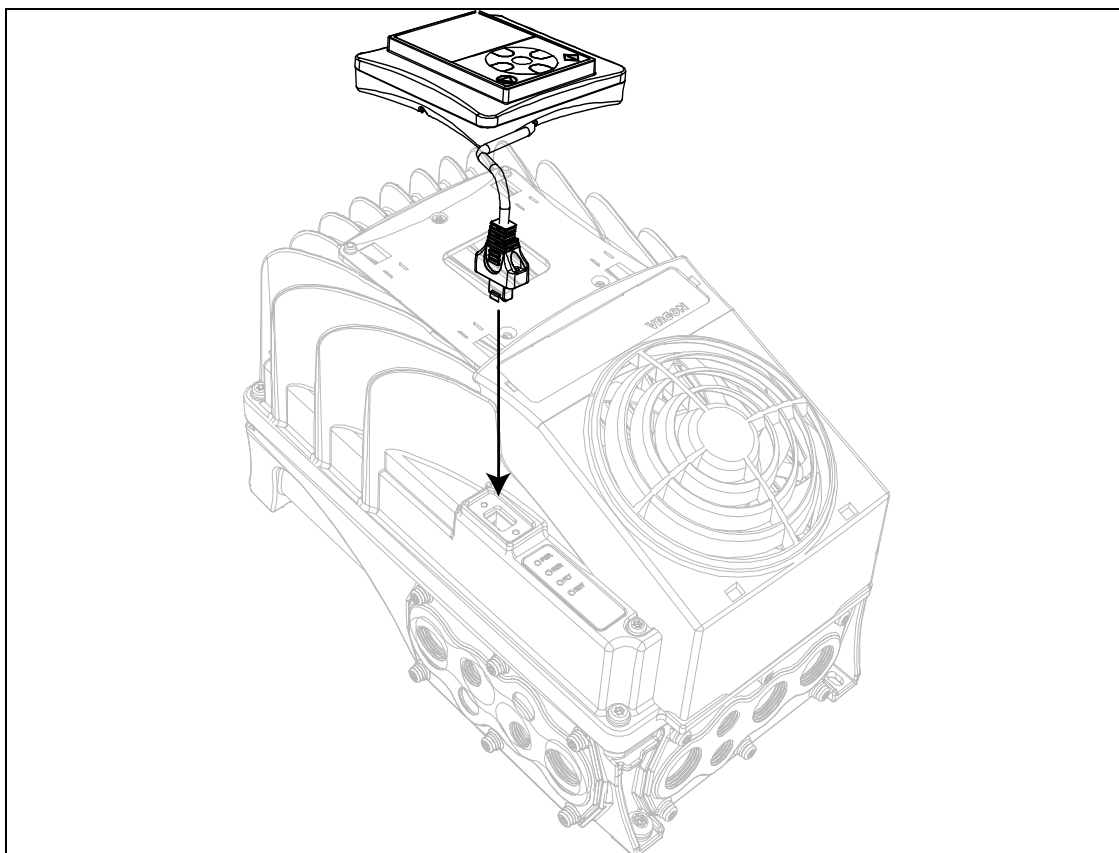

Figura 55. Montaje del panel.
- Conectar el panel al convertidor e introducir el cable en el conector de interfaz HMI, como se muestra en la Figura 55 y en la Figura 56.